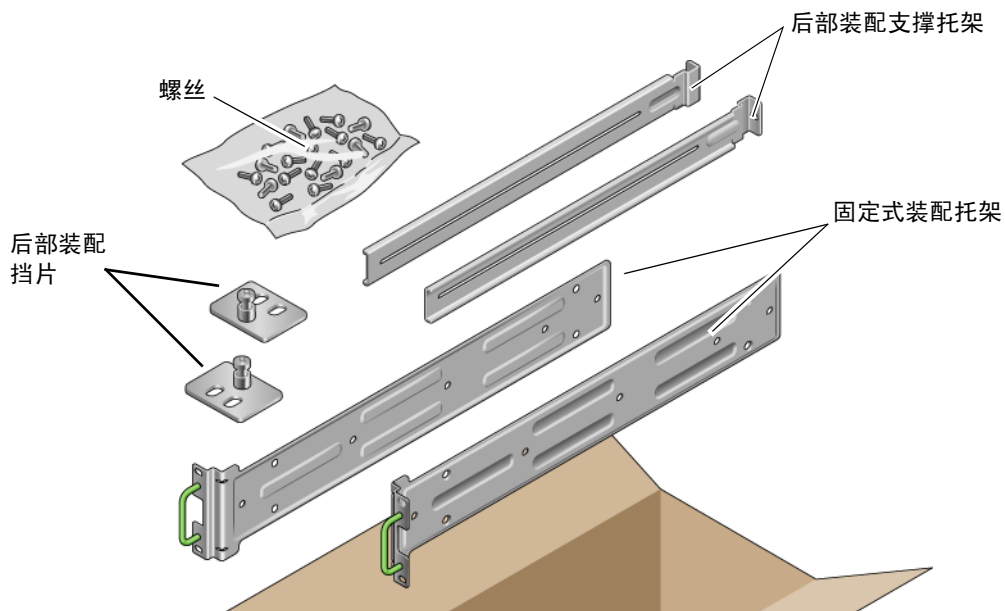

图 3-1 19 英寸四柱固定式装配工具包中的物品
1. 从机架工具包中取出固定式装配托架（图 3-1）。
4. 从机架工具包中取出两个后部装配支撑托架（图 3-1）。
8. 从机架工具包中取出两个后部装配挡片（图 3-1）。
另外还需要服务器附带的标准机架装配工具包中的固定式装配托架（图 3-1）。
1. 从标准机架工具包中取出固定式装配托架和 M5 × 8 毫米十字平头螺丝（图 3-1）。